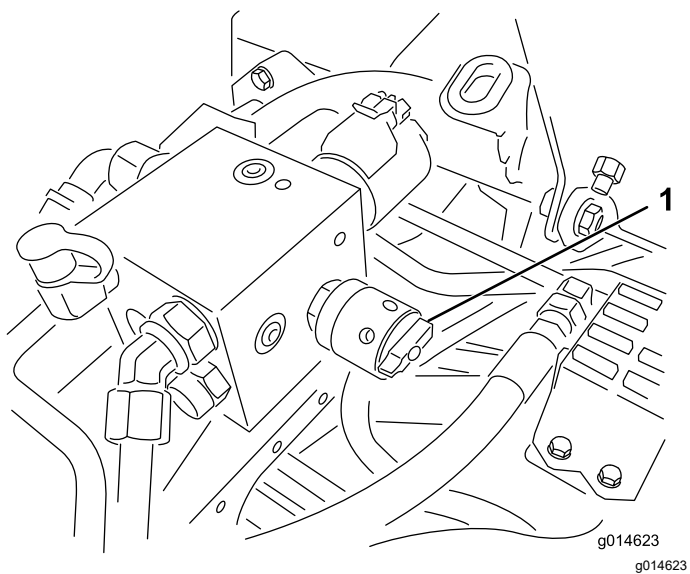

Figura 60
6. Rotii butonul de control al vitezei cilindrului la setarea 1 (Figura 60).
4. Reglați viteza cilindrului prin rotirea butonului (Figura 60) până când săgețile indicatoare sunt în dreptul numărului pe care l-ați determinat la pasul 3.